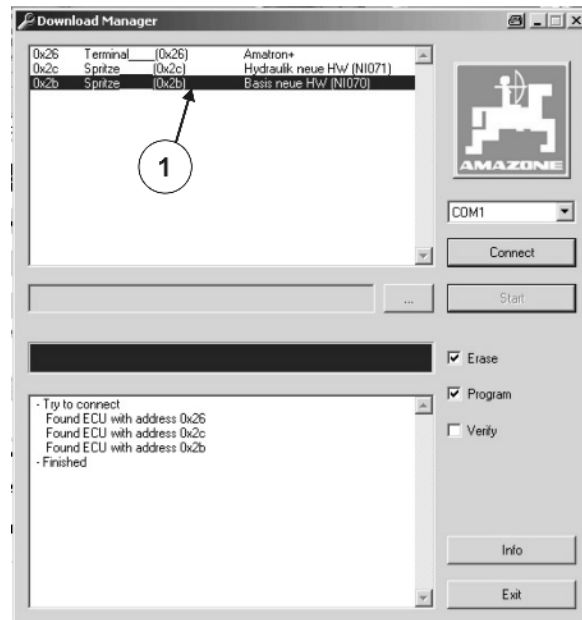

Fig. 6
1. Um einen Maschinenrechner oder ein Terminal zu programmieren, müssen Sie zunächst die passende Software für diesen / dieses auswählen. Selektieren Sie hierzu den zu programmierenden Rechner (Fig. 6/1).